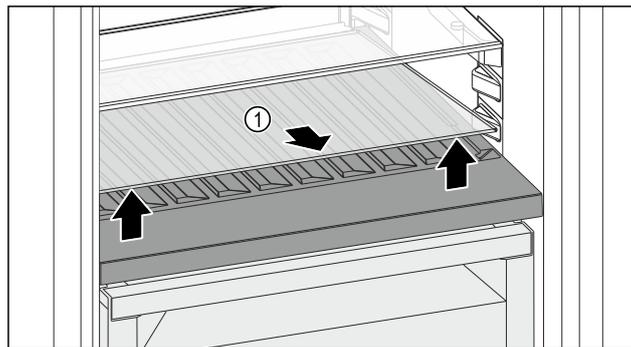

Fig. 144
- ▶ Sollevare il ripiano di vetro Fig. 144 (1) dall'incavo anteriore e rimuoverlo.
- ▶ Conservare il ripiano di vetro Fig. 144 (1) fuori dall'apparecchio in un luogo sicuro.